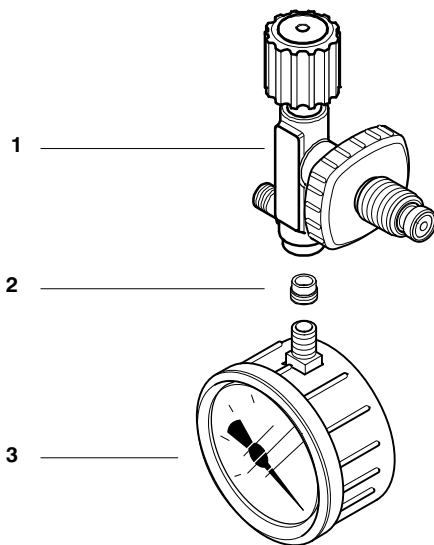

Fig. 22 Filtre de la vanne de gonflage
- Dévisser le manomètre (3, Fig. 22) du robinet de remplissage (1).
- Enlever le filtre fritté (2) à l'aide d'un tournevis adéquat.